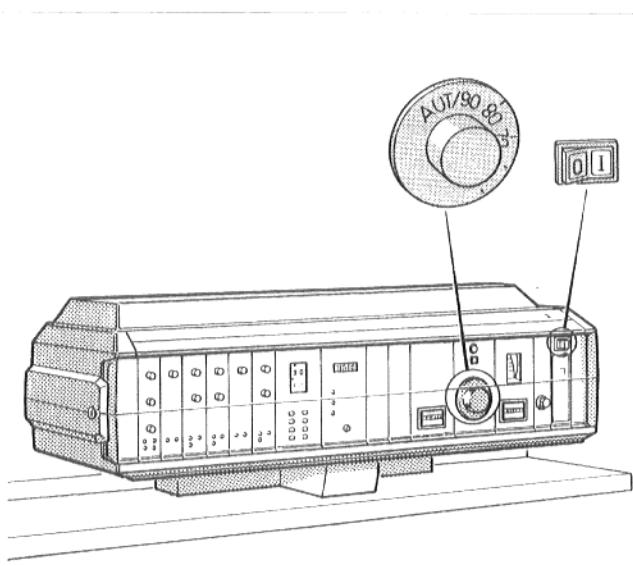

Рис. 2. Регулятор; ввод в эксплуатацию газовой горелки
- Установить переключатель режима работы (рис. 2) на поз. I (ВКЛ.).
- Установить регулятор котельной воды (рис. 2) на желаемую температуру. У Ecomatic"регулятора на "AUT".
- Установить переключатель режима работы (рис. 2) на поз. 0 (ВЫКЛ.).